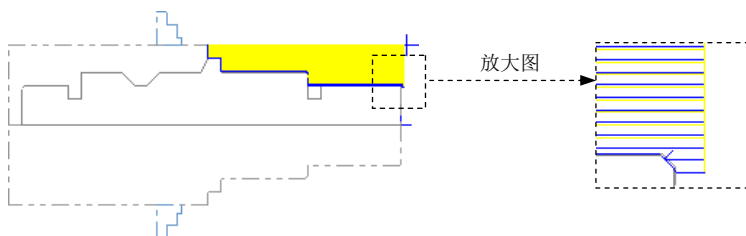

图 19.6 刀具路径
Step6. 单击“车床粗加工 属性”对话框中的 按钮，完成参数的设置，此时系统将自动生成图 19.6 所示的刀具路径。